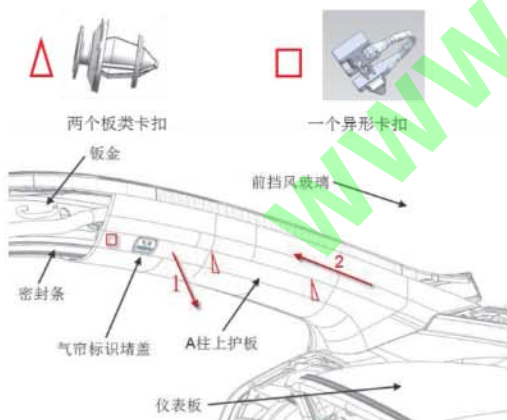

图 7-2-1-1 A 柱上护板拆卸示意图
- (1) 首先松开 A 柱配合带的门框密封条；
- (2) 使用缠有保护胶带的一字螺丝刀沿图 7-2-1-1 中箭头 1 方向往外撬出前部底边，用双手往外掰。